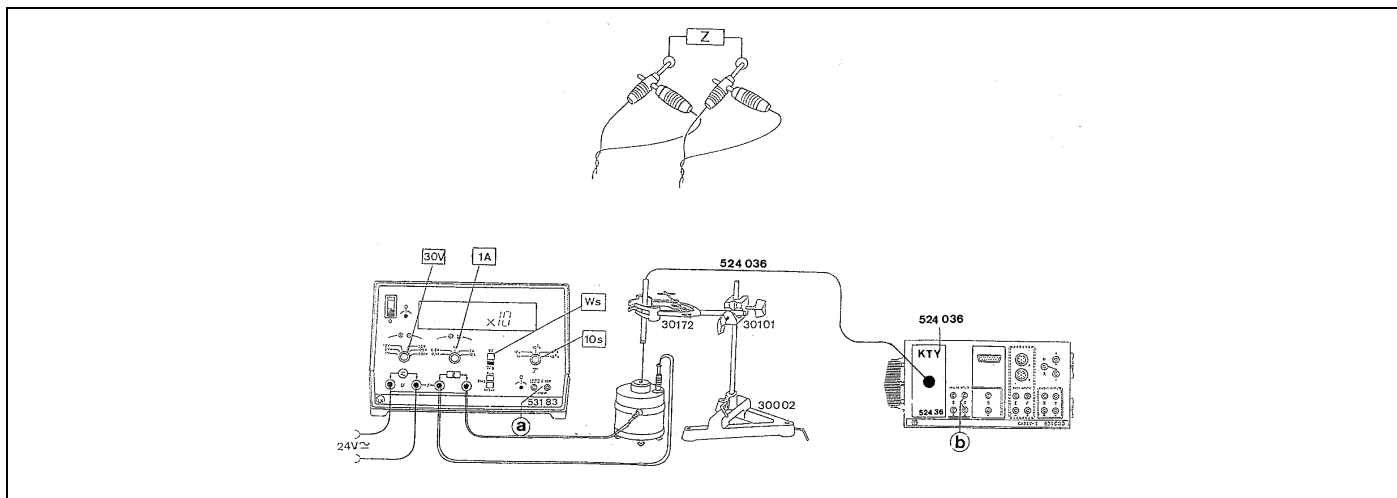

Fig. 7
Leistungs- und Energiemesser (s. Fig. 7) 531 83
Joule- and wattmeter (see Fig. 7) 531 83
- gemäß Fig. 7 mit dem Leistungs- und Energiemesser (531 83) aufbauen
- with the Watt and joule meter (531 83) as shown in Fig. 7.